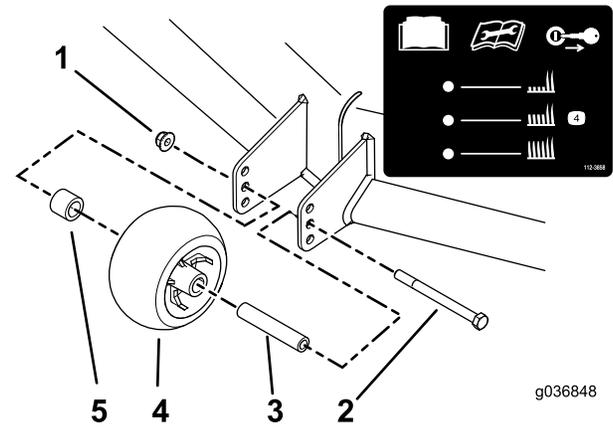

Figura 36
3. Ajuste los rodillos protectores del césped como se muestra en la Figura 35 o la Figura 36.